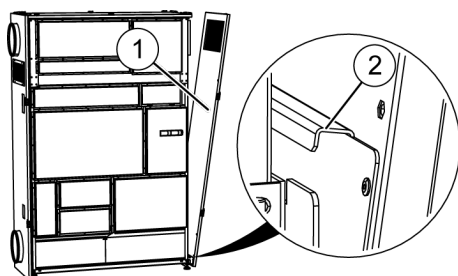

Abb. 45: Rechte Verkleidung
- 34.** Zu zweit die rechte Verkleidung montieren. Dazu die Verkleidung (Abb. 45/1) mit der Schiene (Abb. 45/2) unten einhängen.